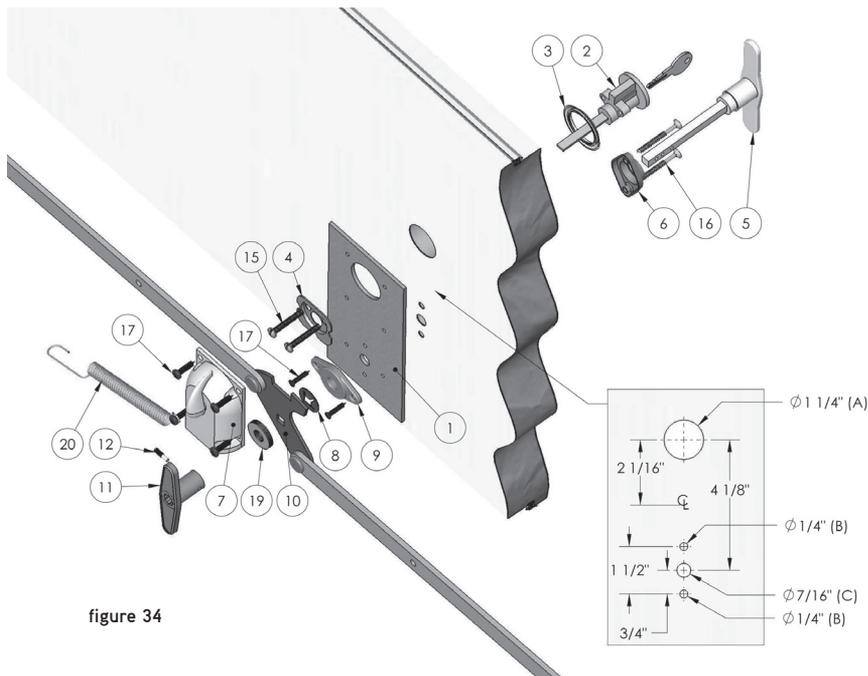

figure 34
2. Mesurez la distance des 4 trous à percer sur le panneau, à l'aide des cotes et du dessin (fig. 34), afin de bien centrer la poignée et la serrure et marquez à l'aide d'un poinçon les quatre trous à percer A (serrure), B (les 2 vis) et C (poignée).
4. Glissez le barillet (2) dans la pièce (3) et insérez dans le trou A (Les dents de la clé doivent pointées vers le haut et le trou de la clé doit être dans le bas du barillet (2));
5. Appuyez la plaque d'acier (1) sur le côté intérieur du panneau;
6. Par le côté intérieur, insérez la pièce (4) dans le trou A en positionnant la parti ronde vers le bas;
7. Insérez les vis no 10 de 1 1/2" de longueur (15) dans la pièce (4), alignez-les dans les trous du barillet (2) et vissez (assurez-vous que la plaque est bien alignée);
8. Insérez le verrou intérieur (7) dans la tige du barillet (2) et vissez-le dans la plaque d'acier (1) avec quatre vis de 3/8" de longueur (17) en utilisant un tournevis à tête carrée;
- a. Insérez la vis inférieur gauche dans l'extrémité ronde du ressort (20) avant de la visser;
9. Par le côté intérieur vis-à-vis le trou (C), vissez la plaque (9) dans la plaque d'acier (1) avec deux vis de  $\frac{3}{8}$ " de longueur (17) en utilisant un tournevis à tête carrée;
10. Glissez la poignée extérieur (5) dans la pièce (6) et insérez dans le trou (C);